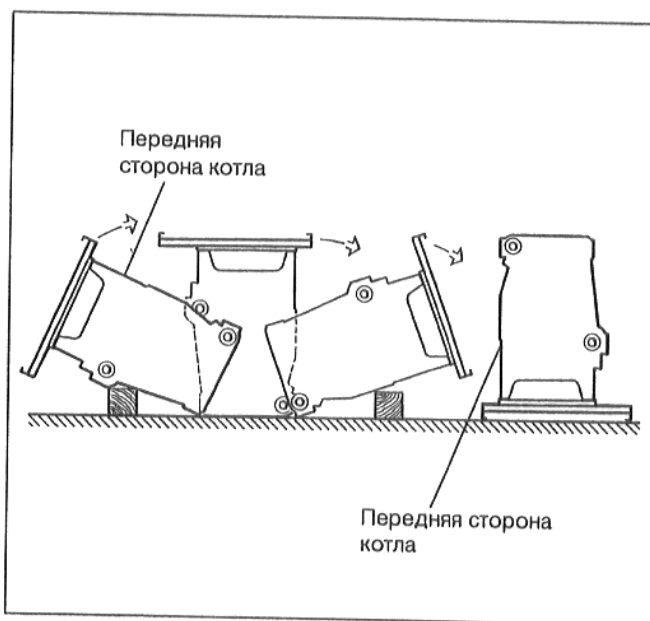

Рис. 13
- Перевернуть котел, уложив на переднюю сторону, после чего установить на поддон (Рис. 13).